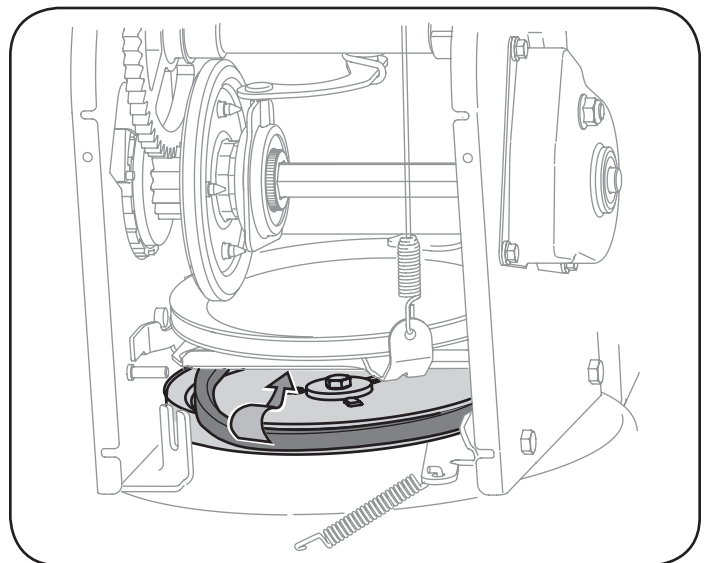

Figura 33
7. Retire la correa de alrededor de la polea de la barrena y deslice la misma entre la ménsula de soporte y la polea de la barrena. Vea la figura 33.